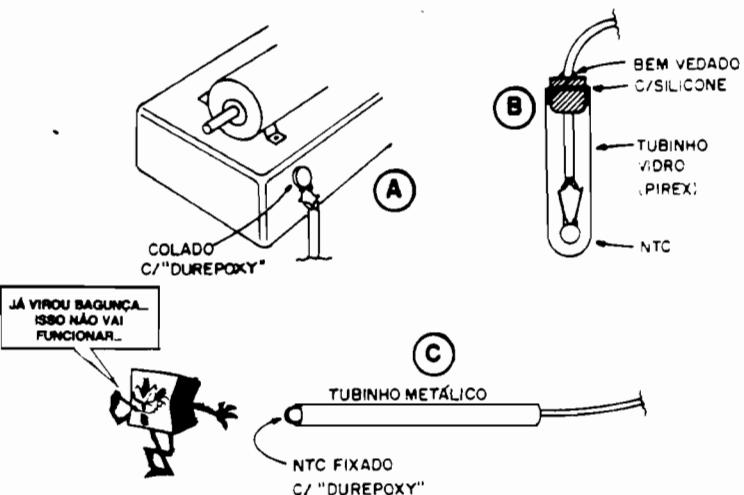

Fig. 7
- - Materiais diversos para proteção e instalação do sensor (TERMÍSTOR). Os detalhes a respeito estão mais à frente, no texto ligado à fig. 7.
FIG. 7 - Os diversos tipos (não todos...) de instalação e “proteção” do TERMÍSTOR, dependendo da aplicação. Em 7-A temos um caso típico de monitoração de temperatura de um objeto ou corpo sólido (uma máquina, por exemplo...). Se a máxima temperatura atingida pelo ponto situar-se em torno de 80°C, o TERMÍSTOR poderá ser fixado diretamente, com adesivo forte (“durepoxy” ou equivalente). Se a temperatura máxima atingida for superior a tal parâmetro, convém “afastar” o sensor um pouco, através de qualquer artifício mecânico de instalação... Nesse método, o sensoreamento será feito por “irradiação”, havendo uma certa “inércia” ou retardado na reação do sensor, porém com funcionamento ainda confiável! Em 7-B temos outro caso específico, para a monitoração da temperatu-
Colocamos, no ambiente, fluído ou objeto, a sonda sensora conveniente (ver fig. 7). Junto, colocamos um bom termômetro (cuja escala de medição permita a visualização do desejado ponto, ou seja, 50°C...). Com um conveniente aquecedor (resistência, lâmpada incandescente, ou até fogo mesmo, dependendo do caso...), elevamos a temperatura até que se atinja o ponto parametrado (50°C). Atingida essa marca, atuamos sobre o potenciômetro da MP-21, inicialmente girando o potenciômetro até obter o “apagamento” dos LEDs indicadores... Em seguida, lentamente, giramos o **knob** do potenciômetro, em sentido oposto, PARANDO O AJUSTE EXATAMENTE NO PONTO ONDE OS LEDs COMEÇAM A MANIFESTAR O SEU “PISCA-PISCA”!